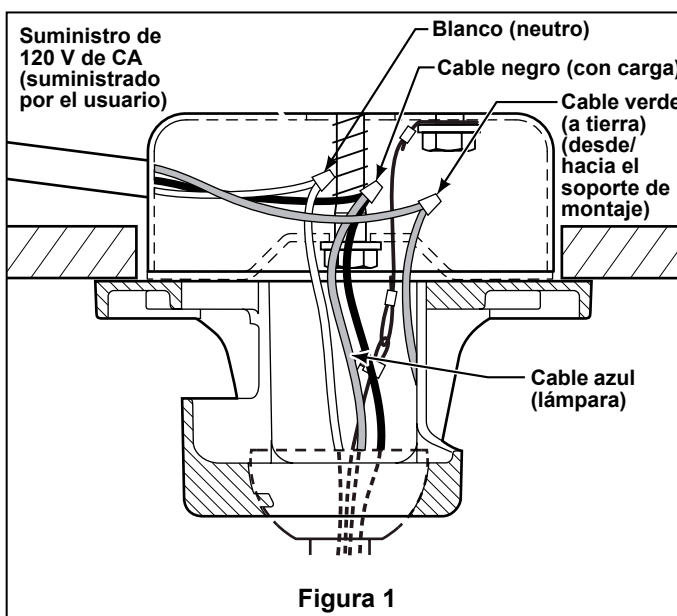

Figura 1
3. Conecte el cable blanco del motor del ventilador al cable de suministro blanco (neutro) con el conector de cables suministrado (Figura 1).
4. Conecte el cable negro del motor del ventilador y el cable azul al cable de suministro negro con el conector de cables suministrado (Figura 1).
- Realice las conexiones eléctricas con tuercas para terminales como se muestra en la Figura 1.